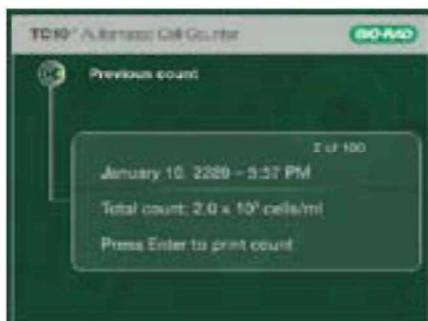

Рис. 19. Результаты предыдущих подсчетов
2. Для медленной прокрутки результатов используйте клавиши со стрелками «вверх» или «вниз» (Рис. 19).